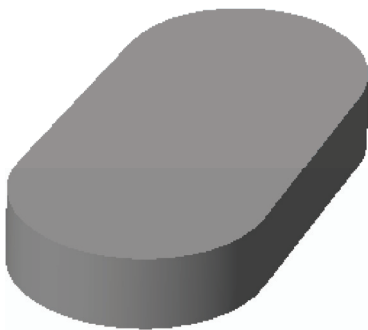

图 5-54 打开模型文件
STEP 01 单击快速访问工具栏中的“打开”按钮，打开模型文件，如图 5-54 所示。